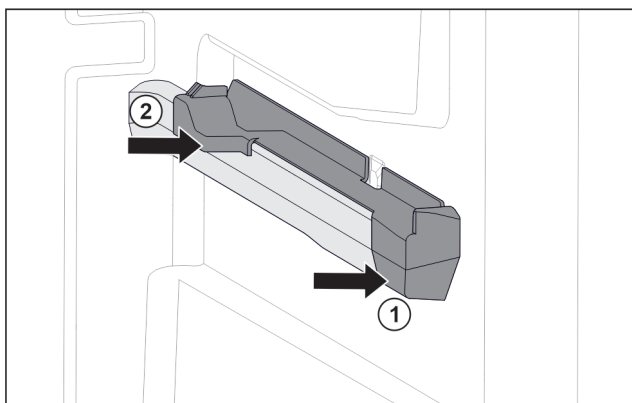

Fig. 79 Piesă de fixare pe nervura din dreapta a recipientului
- ▶ Așezați piesa de fixare în față pe nervura recipientului. Fig. 79 (1)
- ▶ Apăsați piesa de fixare spre spate. Fig. 79 (2)